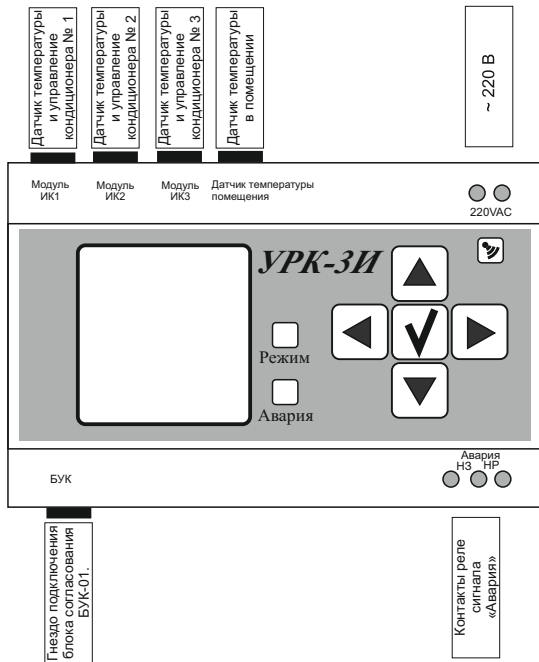

Рис. 2
6.5 Произведите электрические подключения прибора **УРК-3И** согласно рис.2.